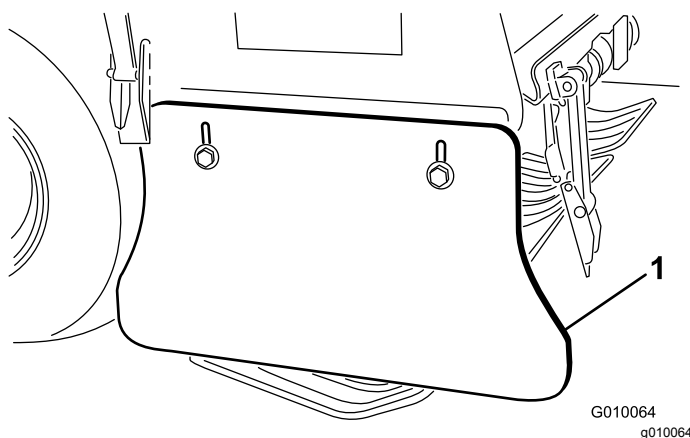

Figure 63
2. Desserrez les boulons et écrous qui fixent le déflecteur latéral au cadre (Figure 63).